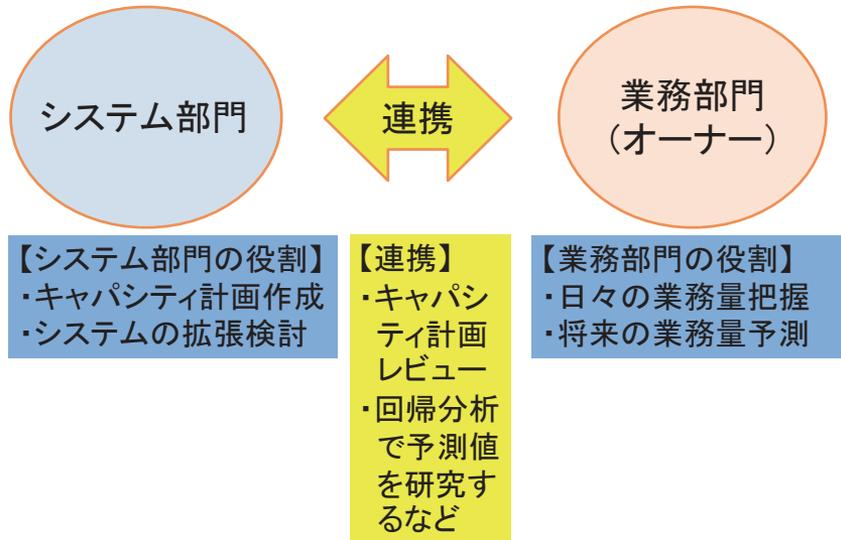

図 2.12-2 システム部門と業務部門のパートナーシップ
- ① キャパシティ管理については、システムごとに責任を持つ業務部門を決め、適材適所で役割分担し、コミュニケーションをとる協力体制を作る。
- (イ) 業務部門とシステム部門が連携して図 2.12-2 のように、キャパシティ管理を行う。